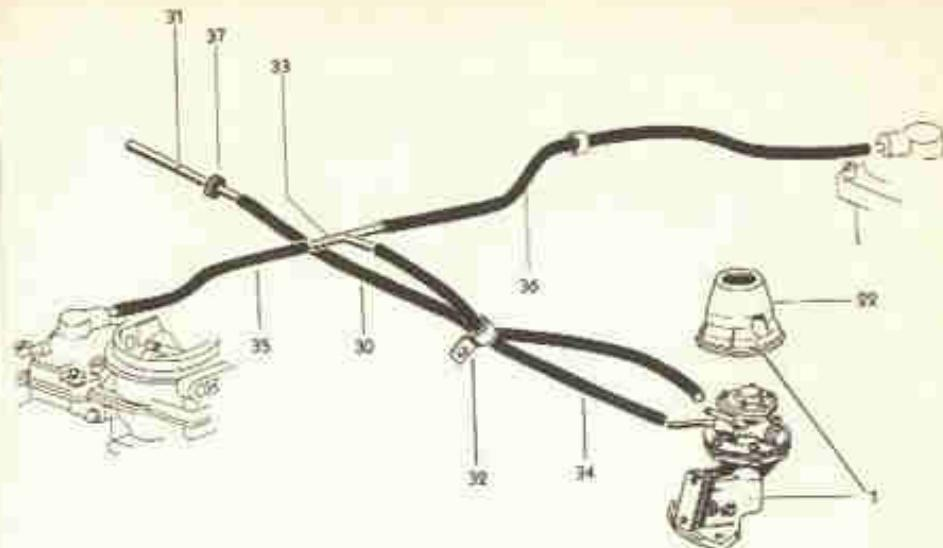

Fig. 9-V. — Bomba de gasolina e tubos de distribuição do sistema de alimentação
O tubo de saída (34, Fig. 9-V) vai ter a uma conexão em "T" (33) à qual se ligam os dois tubos (35 e 36) que alimentam os dois carburadores. A bomba é protegida por uma capa de proteção (22).